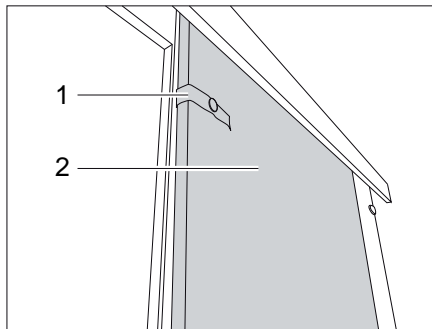

Bild 149 Skjutdörr
Stäng skjutdörren: ■ Lossa säkringskedjan (Bild 149,1).
■ Dra skjutdörren (Bild 149,2) till stängt läge.
Öppna skjutdörren: ■ Dra skjutdörren (Bild 149,2) till öppet läge.
■ Fäst skjutdörren med säkerhetsbandet (Bild 149,1).